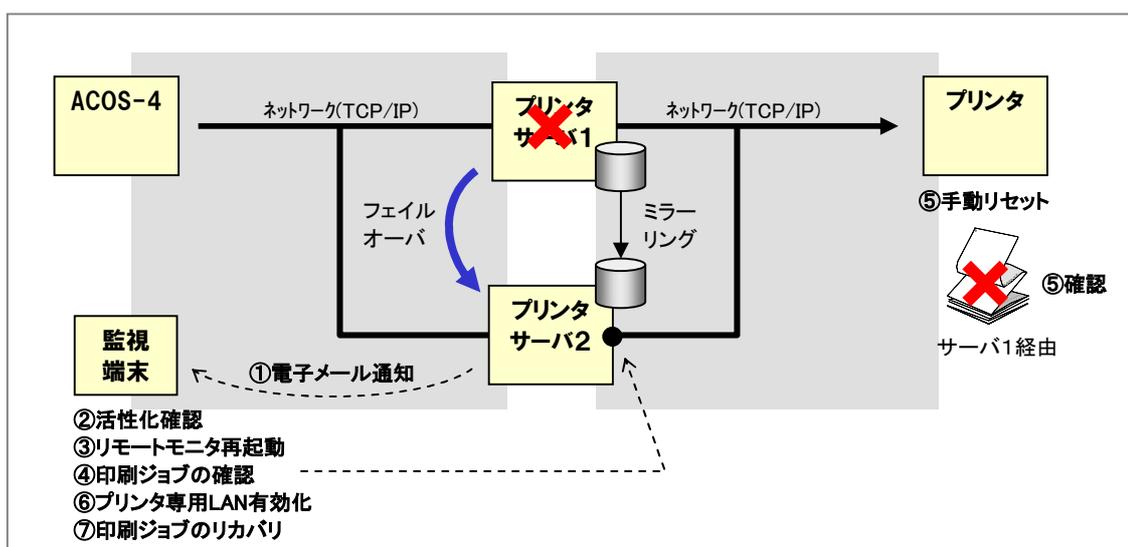

図 4.1-1 障害発生時の動作イメージ
このメッセージは、通信状態が悪いときなど他の要因でも表示します。そのため、図 4.1-1 の①②の手順でフェイルオーバーによる表示であるかを確認します。
①電子メール通知の確認
確認作業によりプリンタサーバ2が活性化されていることが確認できた場合は、図 4.1-1 の③～⑦の手順に従って印刷ジョブの復旧を行います。
③PrintPort リモートモニタの再起動